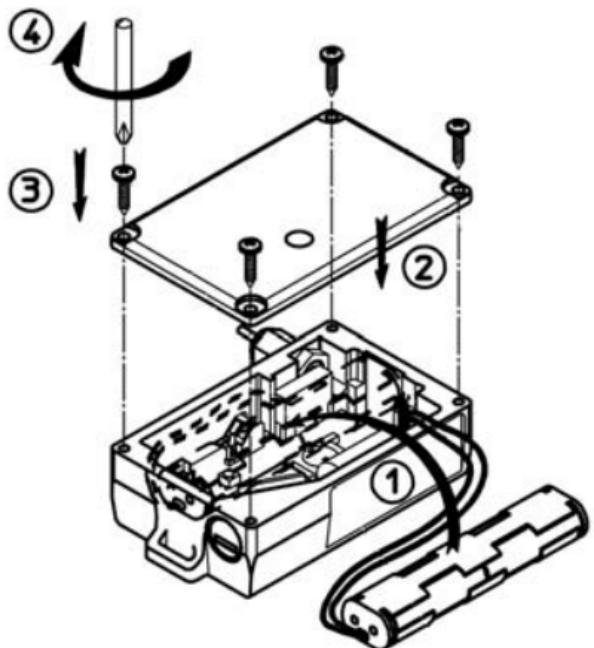

Fig. 8
- II. Riposizionare il box portatile ed i relativi cavetti nella posizione in cui si trovavano al momento dell'apertura della scatola (vedi Fig. 8 a pag. 11).
- i) Riposizionare il box portatile ed i relativi cavetti nella posizione in cui si trovavano al momento dell'apertura della scatola (vedi Fig. 8 a pag. 11).